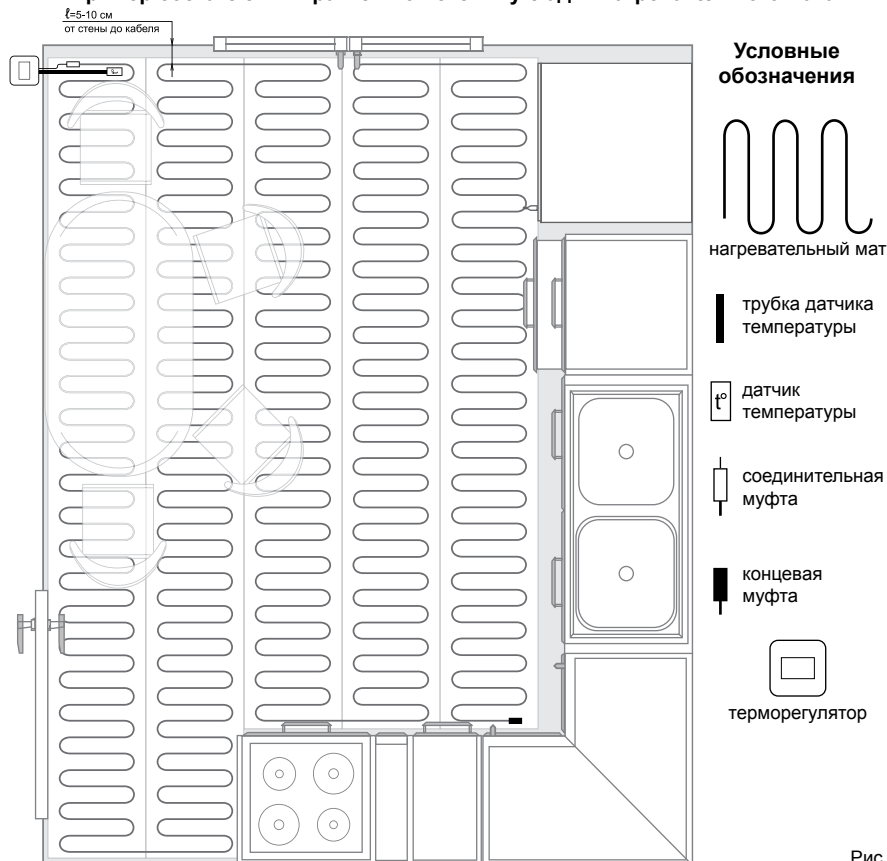

Рис.7
- ### 5. Уложите нагревательный мат на поверхности пола по форме обогреваемой площади (рис. 7).